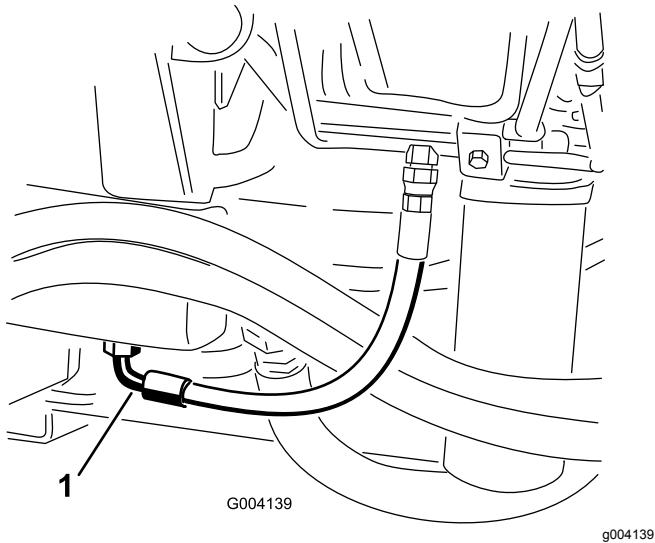

Figura 87
2. Coloque un recipiente grande debajo del acoplamiento situado en la parte inferior del depósito de fluido hidráulico (Figura 87).